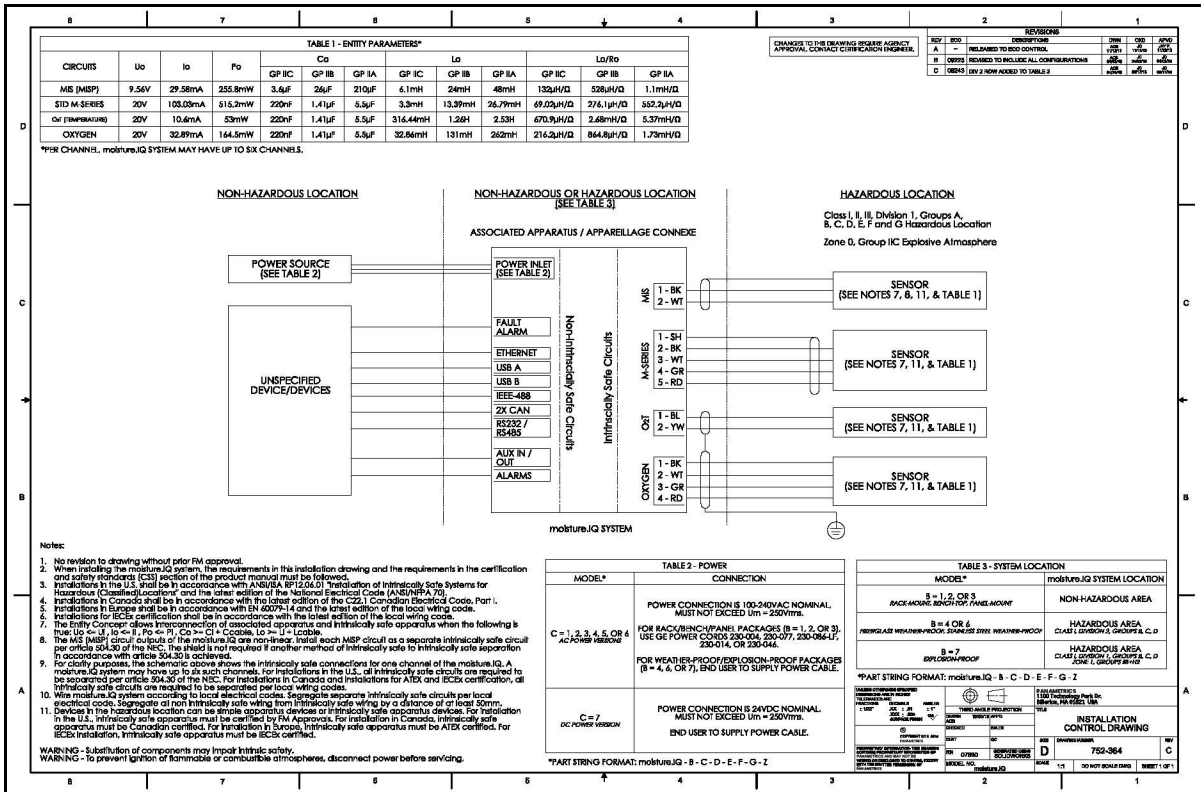
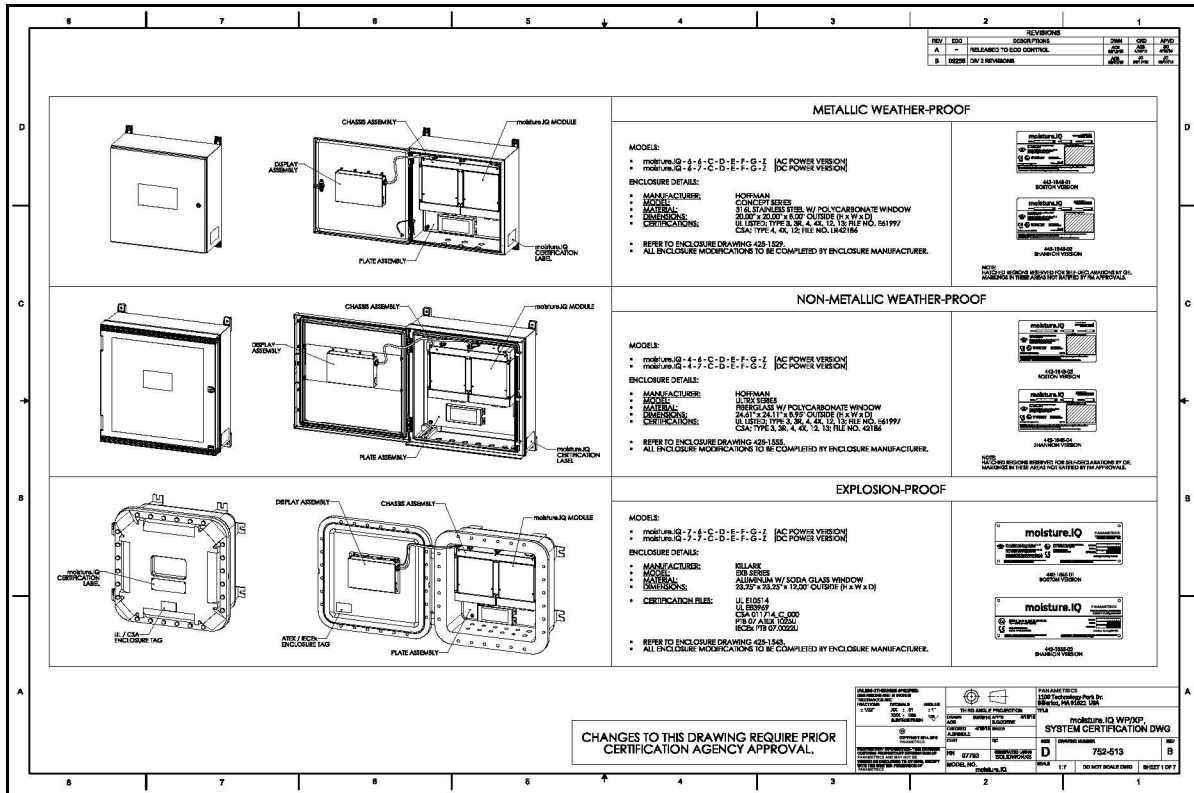
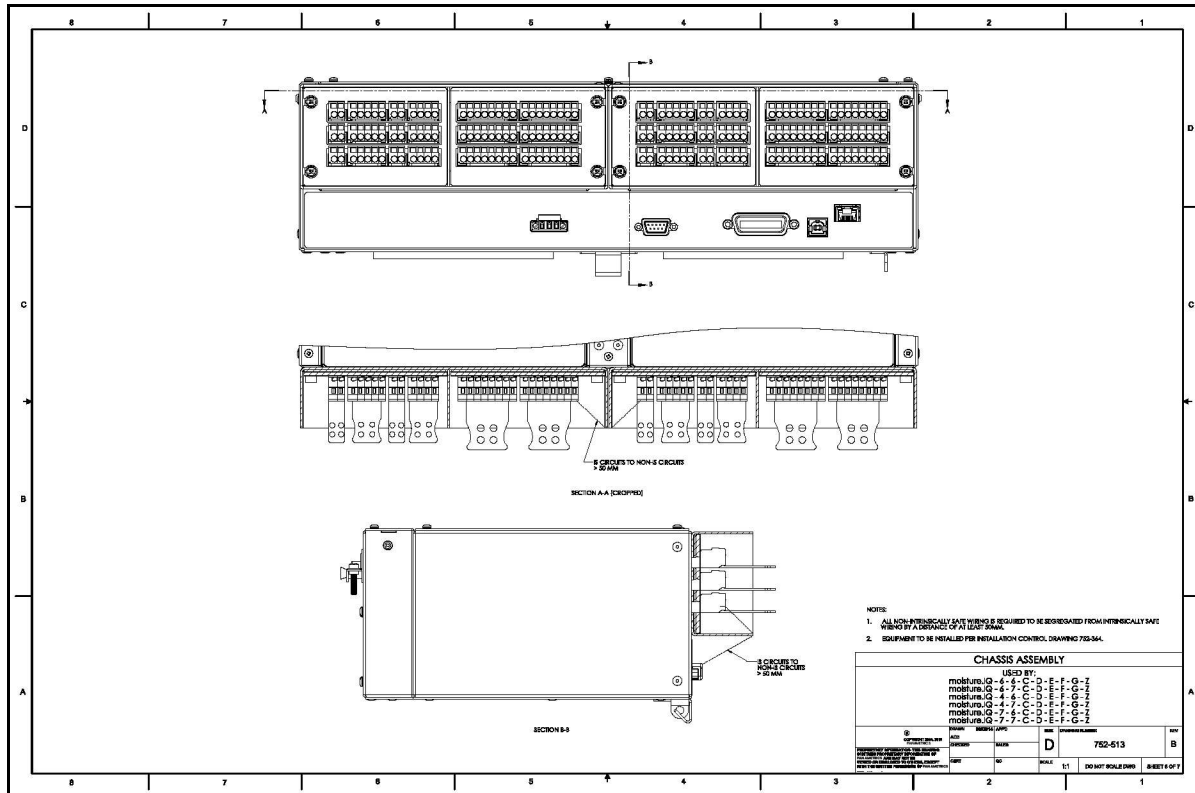

Figura 1: Rack/Sobremesa/Panel - Plano de control de instalación (Plano 752-364_revC, SH 1 de 1)
Figura 2: Plano de certificación de sistema WP/XP (Plano 752-513_revB, SH 1 de 5)
Figura 6: Conjunto de placa WP (Plano 752-513_revB, SH 5 de 5)
- La instalación debe reunir los requisitos de la versión de rack/sobremesa/panel del *plano controlado* 752-364 (consulte la *Figura 1*) y de la versión resistente a la intemperie, de fibra e vidrio y a prueba de explosión del *plano* 752-513 (consulte de la *Figura 2 en la página 2* a la *Figura 6 en la página 4*).